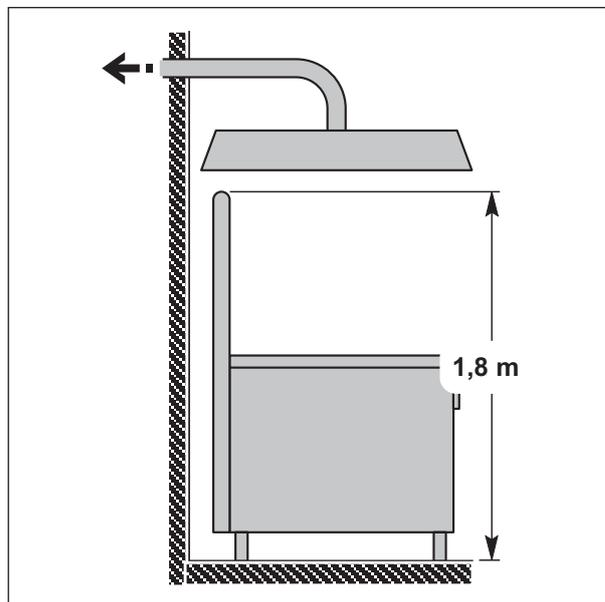

Fig. 21 Scarico fumi attraverso cappa di aspirazione
- La parte terminale del condotto di evacuazione dell'apparecchiatura deve trovarsi a circa **1,8 m** dalla superficie di appoggio dell'apparecchiatura e la sezione di sbocco del condotto di evacuazione dei prodotti di combustione deve essere collocata entro il perimetro di base della cappa (vedi Fig. 21 Scarico fumi attraverso cappa di aspirazione).